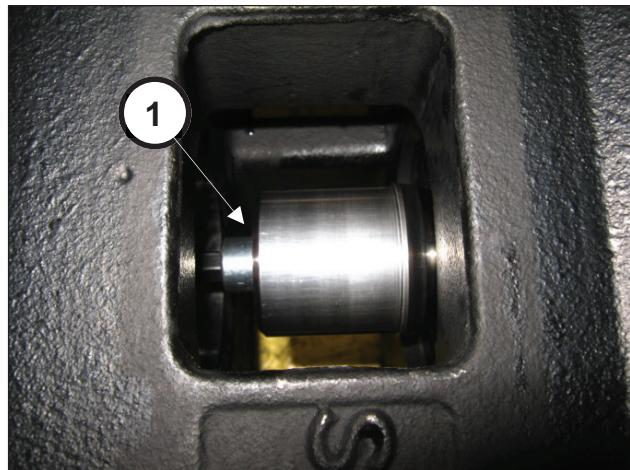
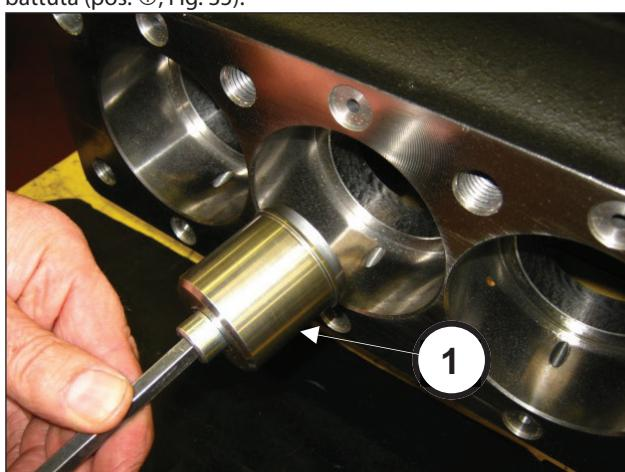

Fig. 35
Fig. 34
Inserire l'attrezzo (pos. ①, Fig. 34) e avvitarlo sullo stelo fino a battuta (pos. ①, Fig. 35).